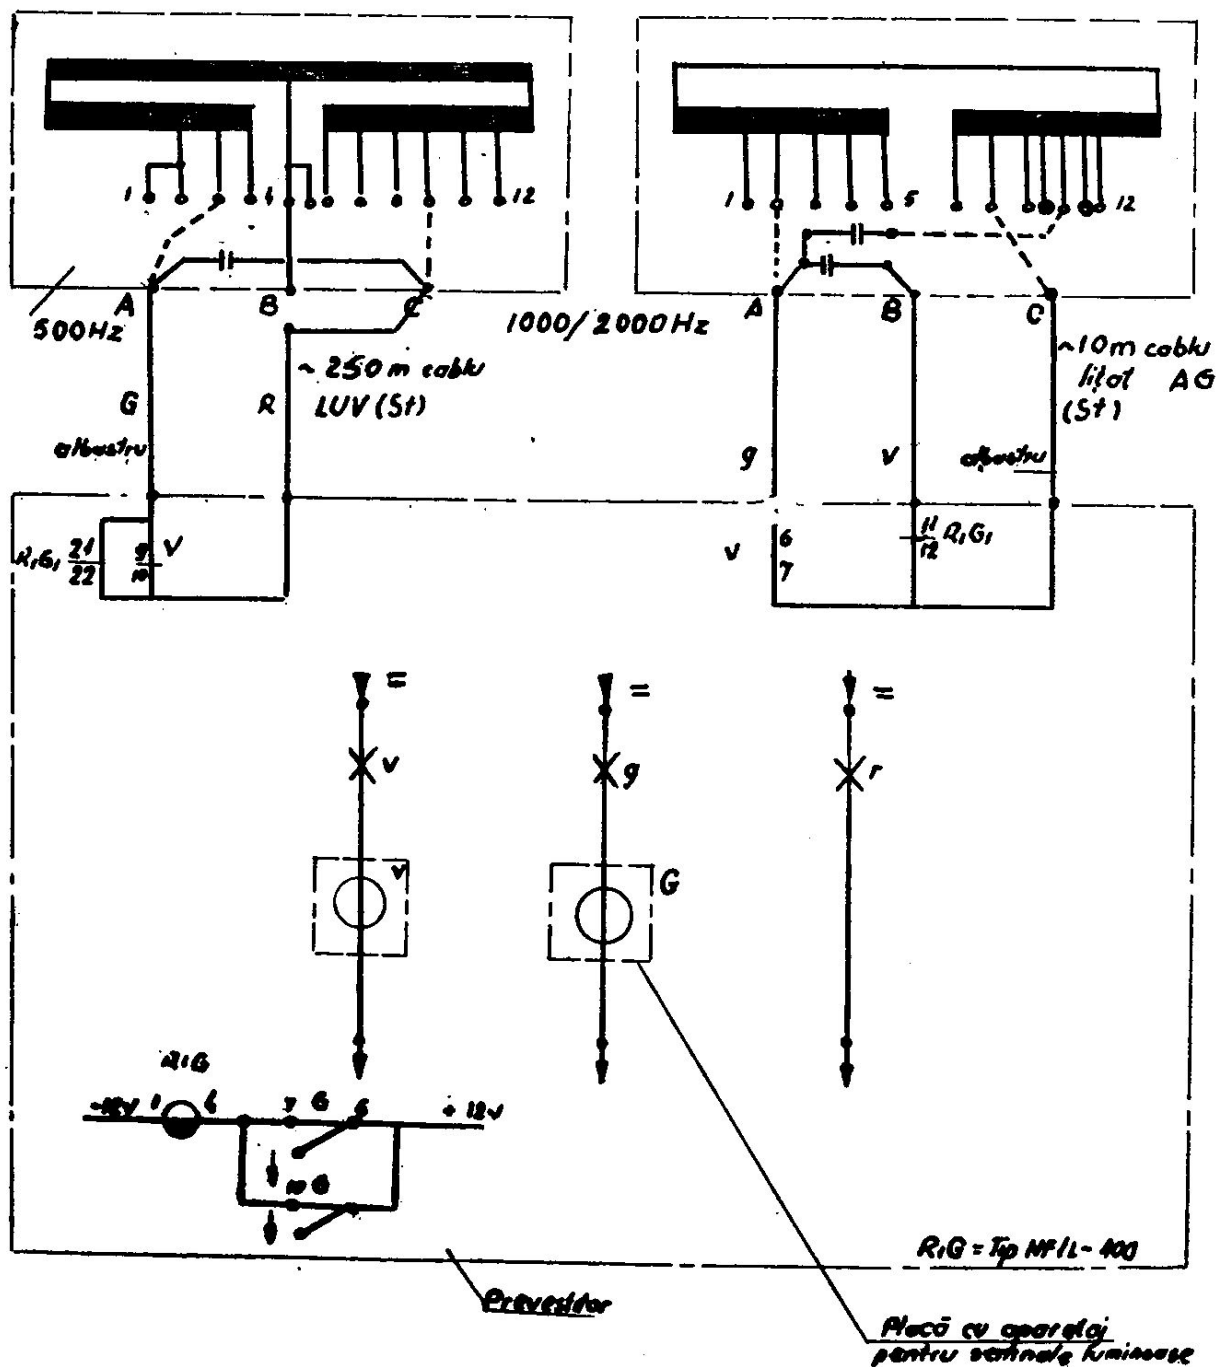

Fig. 50 Schema electrică și conectarea la semnalul prevestitor pe secții cu B.L.A., echipat cu inductoare de cale de 1 000 Hz și de 500 Hz
b) Semnalul prevestitor pe secții cu B.L.A. în curent continuu, echipat cu inductoare de cale de 1 000 Hz și de 500 Hz (fig. 50).